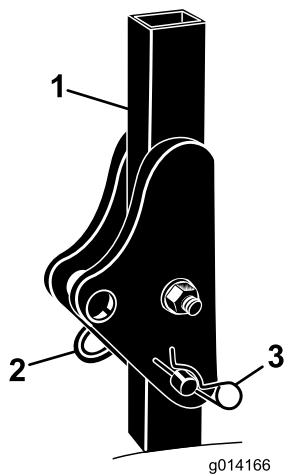

図 5
1. 機体の左右で保護バーからヘアピンコッターを抜き、ピンを外す(図 5)。
2. ROPS をまっすぐに立ててピンで固定し、ヘアピンコッターでロックする(図 5)。